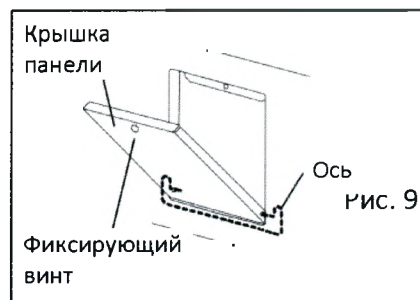

Рис. 9
2. Открутите фиксирующий винт и откройте крышку панели (Рис. 9).